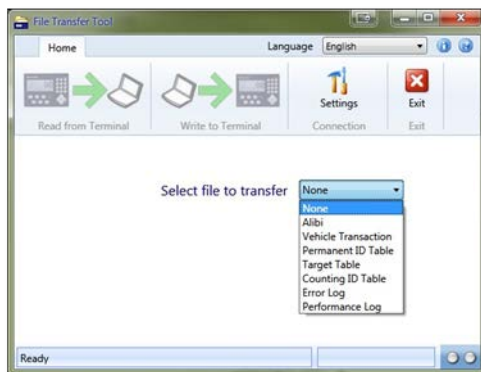

Figura 3-7: Finestra di dialogo Selezione file
1. Nella scheda Home dello strumento di trasferimento file IND246, utilizzare la finestra di dialogo Selezione file per selezionare il file da scrivere sul terminale, come mostrato in Figura 3-7.